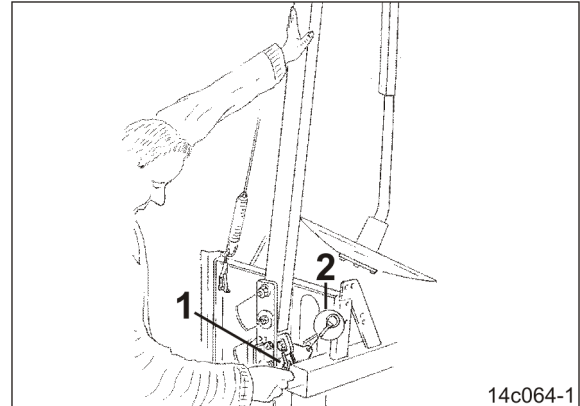

Fig. 105
1. Presionar sobre el brazo del disco trazador (Fig. 105).
- 2.1 Insertar el pasador clavija (Fig. 105/1) en el brazo del disco trazador.
- 2.1 Para aparcar, insertar el pasador clavija en la brida (Fig. 105/2).